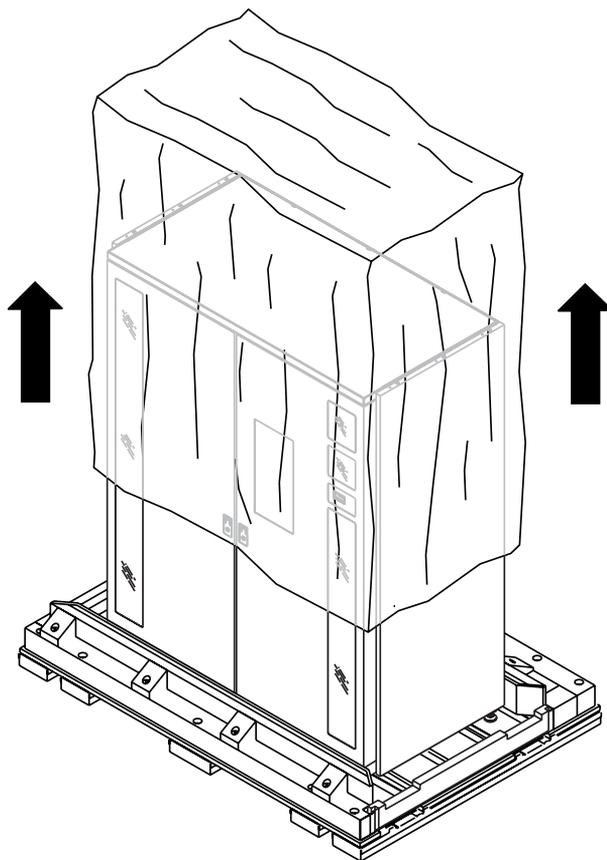

Figura 4-9: Quitar la bolsa de protección
2. Levante con cuidado la bolsa de protección de la biblioteca (consulte la Figura 4-9).